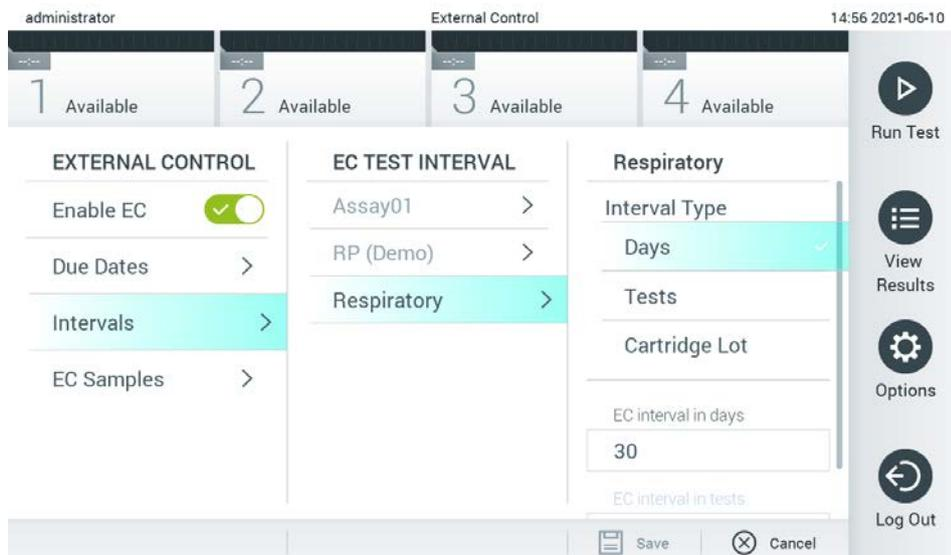

Figura 52. Pantalla External Control Intervals (Intervalos de control externo).
4. Seleccione **Intervals** (Intervalos) y, a continuación, seleccione un ensayo de la lista para configurar el intervalo después. Se muestra un recordatorio para que los usuarios recuerden que se debe realizar una prueba de control externo para el ensayo seleccionado si el intervalo ha sido satisfactorio (figura 52).